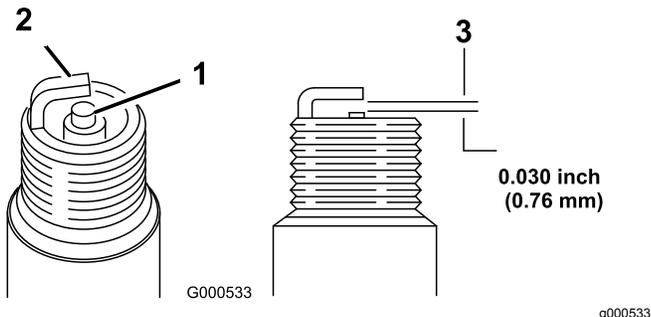

図 40
1. 中央の電極部 **図 40** を観察する。
2. すきまゲージでエアギャップの点検を行い、隙間の大きさが適切でなければ側面の電極を注意深く曲げて調整する **図 40**。